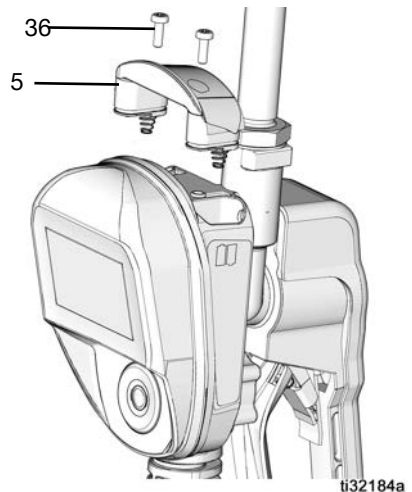

FIG. 79
5. Remonter le couvercle (5) et les vis (36). Serrer les vis à bloc (Fig. 79).